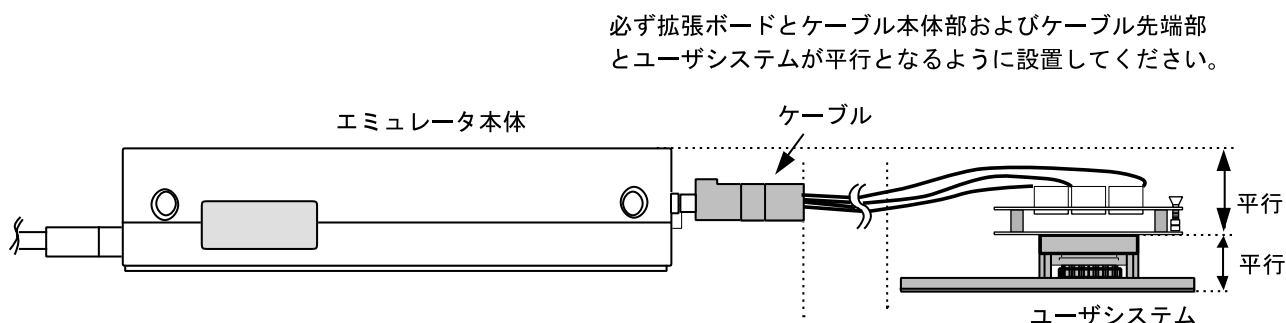

図 11 設置例
- (1) ユーザシステムへの接続時には1ピン位置に十分注意して、誤接続は絶対にしないでください。
- (2) 本ユーザシステムインタフェースケーブルを使用する場合の推奨マウントパッド寸法は、MCU実装用マウントパッド寸法とは異なりますので注意してください。
- (3) 本ユーザシステムインタフェースケーブルは、HS2633REPI61H、HS2633EPI61H エミュレータ専用ですので、他のエミュレータ本体には使用しないでください。
- (4) ケーブル本体部が断線する可能性がありますので、本ユーザシステムインタフェースケーブルの上に重いものや金属等の角の尖ったものを置かないでください。
- (5) ユーザシステムに接続した状態では、ユーザシステムインタフェースケーブル、特にケーブル先端部に無理な力が加わらないように注意する必要があります。図11の設置例を参照してご使用ください。